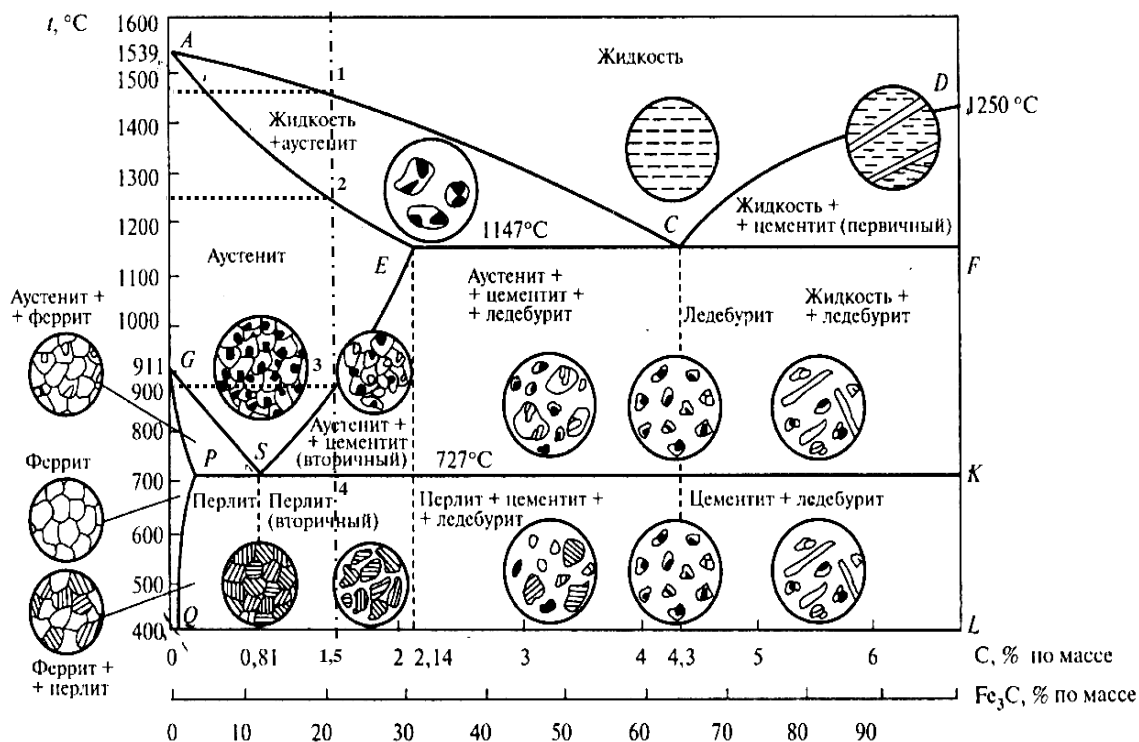

Рис. 5. Диаграмма состояния железо – цементит [4, с. 29]
2) Имеются две диаграммы состояния железоуглеродистых сплавов: *метастабильная*, характеризующая превращения в системе железо - цементит (карбид железа) и *стабильная*, характеризующая превращения в системе железо – графит (рис. 5).
3) На рис. 5 отметим на горизонтальной оси заданное процентное содержание углерода (1,5 %) и проведем вертикальную линию (штрих-пунктирная). Сталь с содержанием 1,5 % относится к заэвтектоидным сталям.